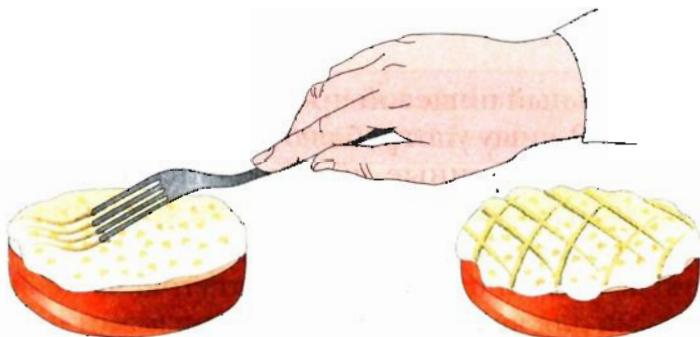

Рис. 72. Нанесение рисунка на бутерброды
3. Полученную массу намажьте на хлеб ровным слоем (на бутерброды можно нанести рисунок при помощи вилки) (рис. 72).